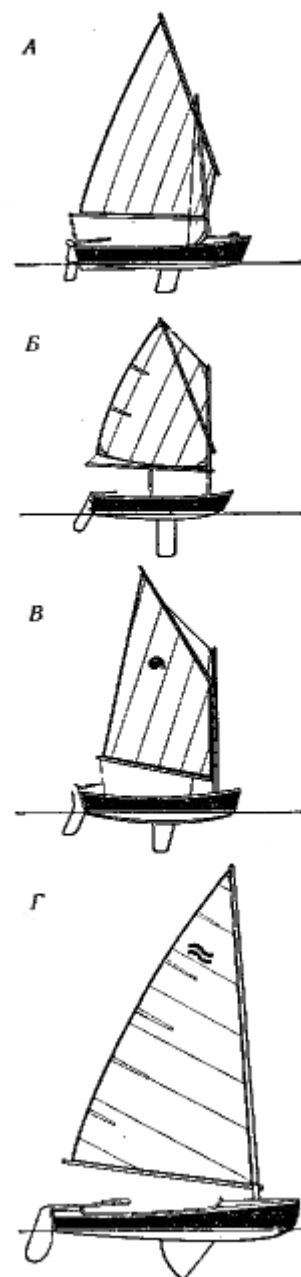

Рис. 12. Кэты:
Четырехугольный **гафельный парус** (рис. 12, в и 13, а) имеет **гафель**-наклонное рангоутное дерево, одним концом упирающееся в мачту. К гафелю крепится верхняя шкаторина (кромка) паруса. Передняя шкаторина паруса крепится к мачте, а нижняя - к **гика**, горизонтальному рангоутному дереву, которое при помощи вертлюга (шарнира) . соединено с мачтой. Разновидностью гафельного паруса является парус **гуари** с очень длинным гафелем (часто длиннее гика и даже мачты), стоящим почти вертикально.
На маленьких яхтах, преимущественно на открытых парусных тузиках- динги, иногда ставят **рейковые** или **шпринтовые** паруса. У них гафель заменяется **рейком**, к которому привязывается верхняя шкаторина паруса, а его передний конец свободно выходит вперед за мачту (рис. 12, а), или **шпринтом** - шестом, который растягивает парус, упираясь нижним концом в мачту, а верхним - в угол паруса по диагонали, как на детском швертботе «Оптимист» (рис. 12, б).
**Бермудский парус** (рис. 12, г) не имеет гафеля, что облегчает его постановку. Передняя шкаторина его крепится к мачте, а нижняя, как и у гафельного паруса. - к гика.
В СССР и в большинстве европейских стран кэт (**рис. 12**)-господствующее вооружение гоночных швертботов-одиночек, управляет которым один человек (например, швертботы классов «ОК», «Оптимист» и «Финн»).
Швертботы-одиночки класса “Финн” (см. рис. 12, г) очень распространены (конструктор швед Р. Сарби — 1950 г.).